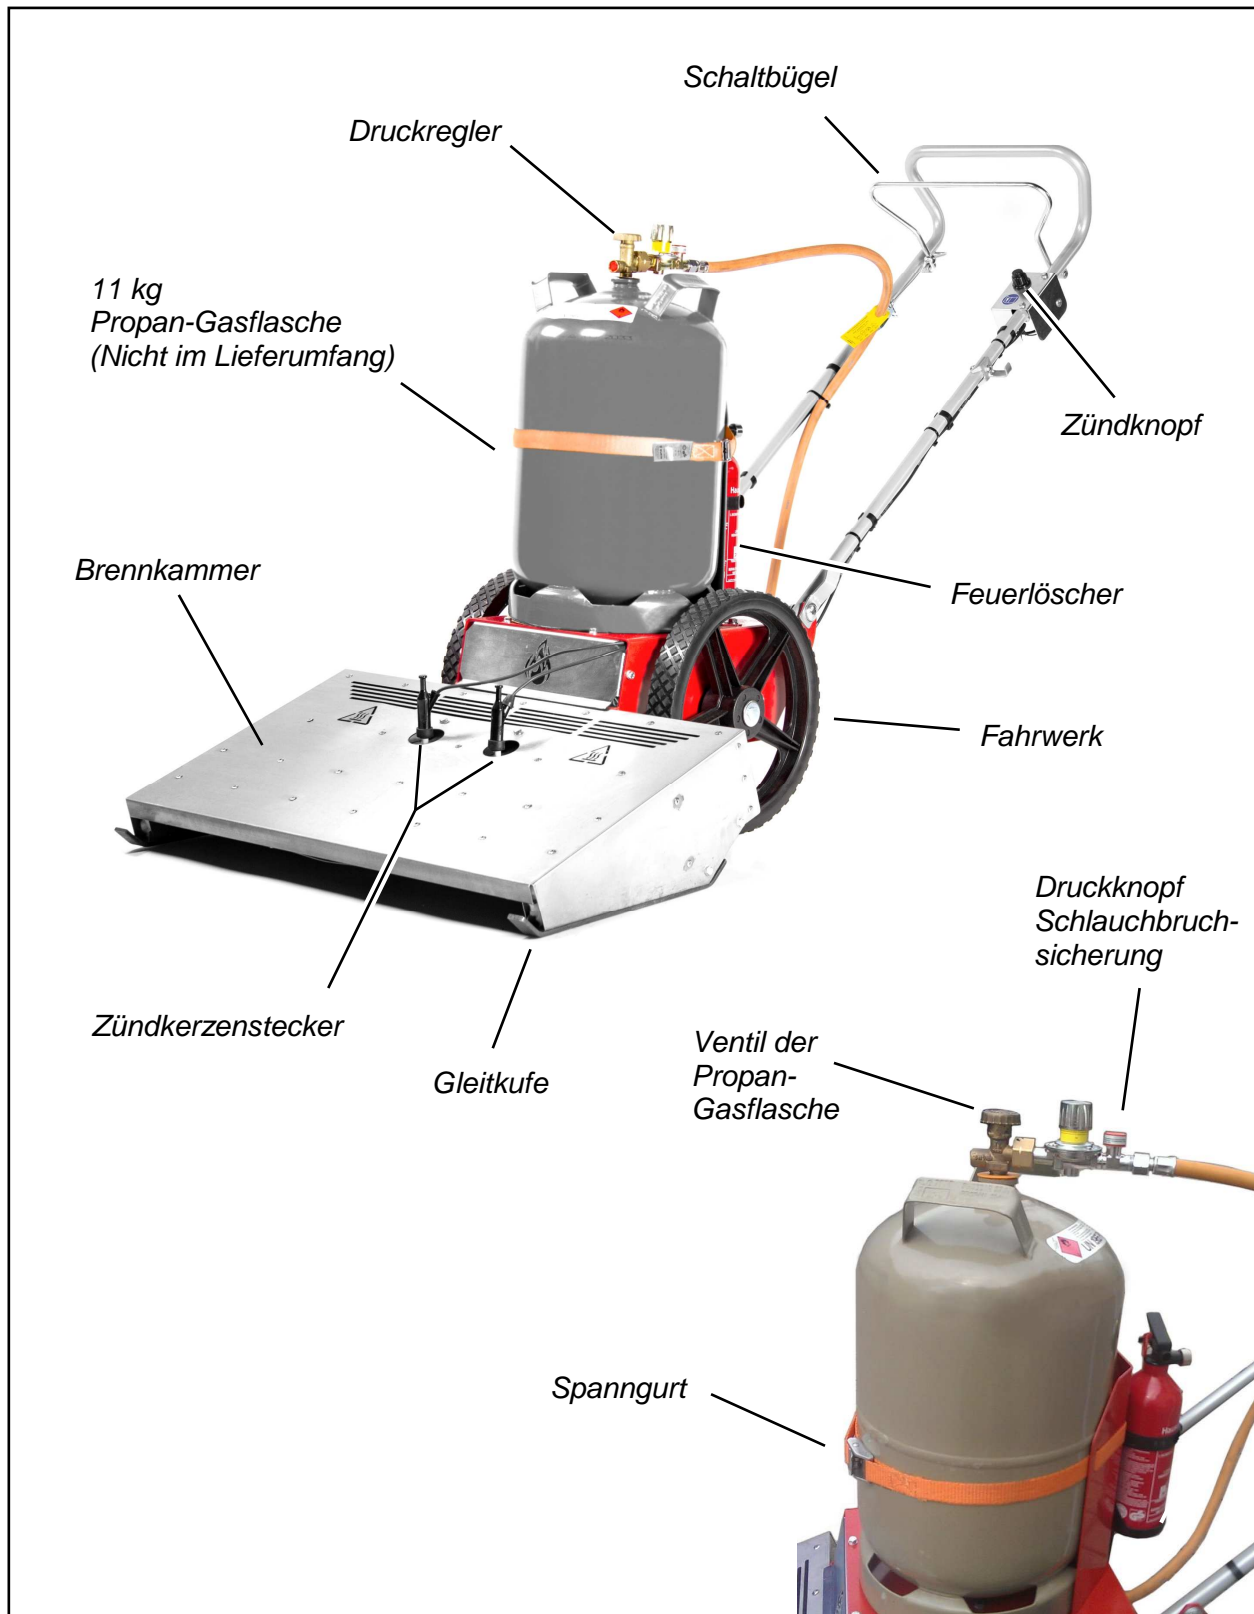

Abbildung 3: Bauteile und Bedienelemente
- ⇒ Ziehen Sie vor Inbetriebnahme des Wildkrautbrenners die Schutzfolie vollständig von der Brennkammer ab (siehe Abbildung 3, Seite 17).
Beachten Sie für die Montage des Lenkers Abbildung 3, Seite 17. Eine Höhenverstellung ist nicht möglich.